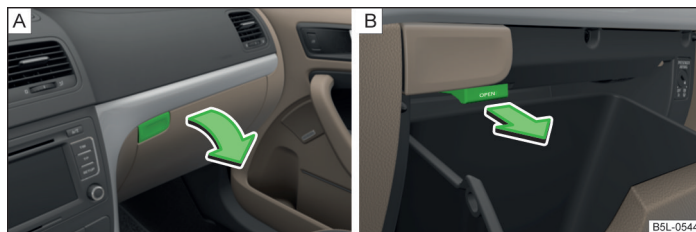

Fig. 70 Abrir el compartimento guardaobjetos / Abrir la entrada de aire
➤ Pulse la tecla » fig. 70 - **A**.
- La entrada de aire se abre tirando de la palanca en sentido de la flecha » fig. 70 - **B**.